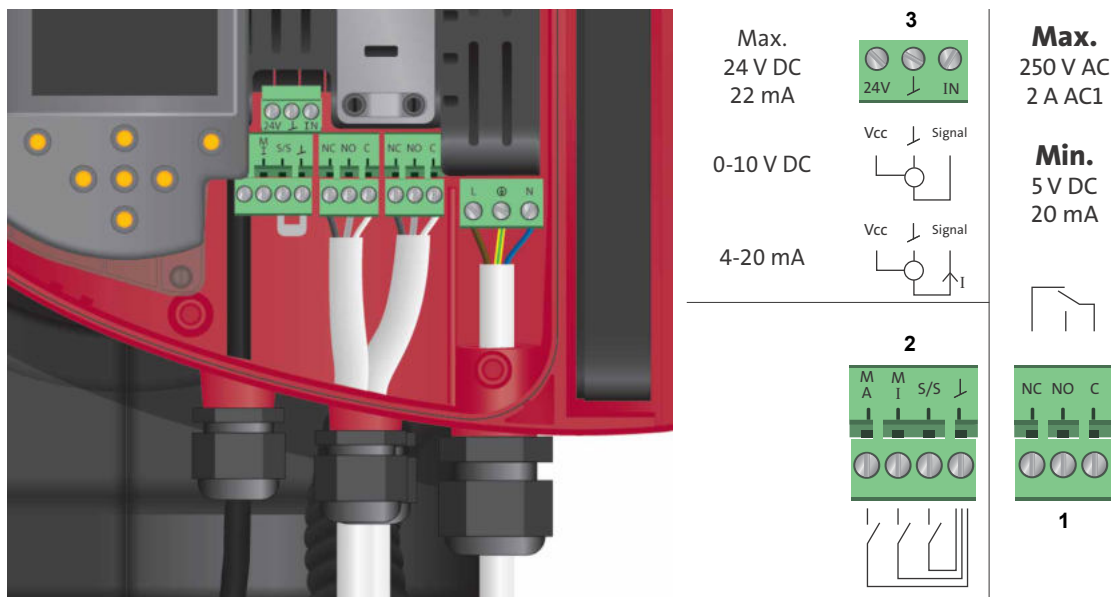

Fig. 10 Schéma de connexion
Voir fig. 10, pos. 1.
Voir fig. 10, pos. 2.
Voir fig. 10, pos. 3.